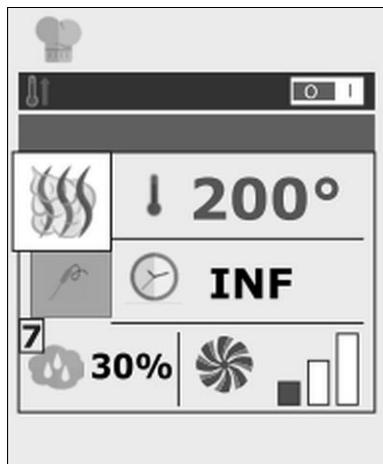

Рис. 13
1. Чтобы установить необходимый уровень влажности, нажать кнопку 7 (Рис. 13) и установить значение.